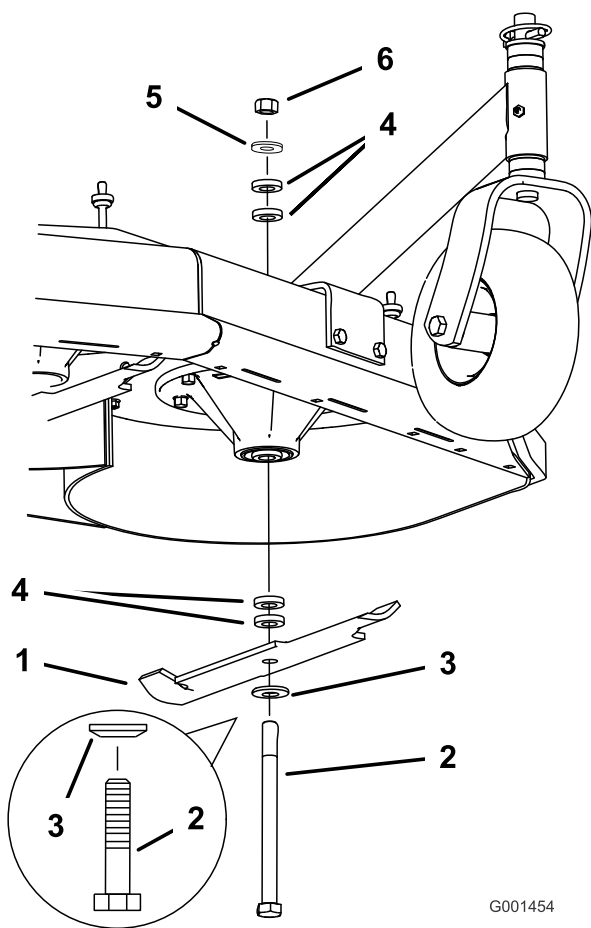

Figura 10
3. Sujete el perno de la cuchilla y retire la tuerca (Figura 10).
- Deslice el perno por el eje, y cambie los espaciadores según sea necesario (Figura 10).
- Instale el perno y la arandela curva, añada los espaciadores adicionales que sean necesarios, y sujételos con una arandela fina y una tuerca (Figura 10).